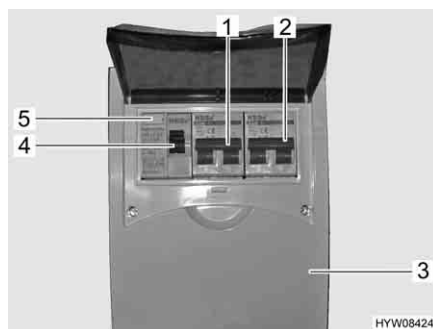

Fig. 83 Scatola dei fusibili a 230 V con interruttore di sicurezza e interruttore automatico FI
Un interruttore di sicurezza per correnti di guasto (interruttore automatico FI) (Fig. 83,4) nella scatola dei fusibili (Fig. 83,3) protegge l'intero veicolo da correnti di guasto (0,03 A).
L'interruttore di sicurezza collegato in serie (10 A) (Fig. 83,1) protegge le prese da 230 V, la centralina elettrica, il caricabatteria supplementare e il frigorifero.
Per veicoli con accessori opzionali, p. es. l'impianto di climatizzazione a tetto, un ulteriore interruttore di sicurezza (16 A) (Fig. 83,2) protegge l'apparecchio.
- Se il veicolo è collegato all'alimentazione a 230 V, premere il tasto di controllo (Fig. 83,5). L'interruttore di sicurezza per correnti di guasto (FI) deve scattare.